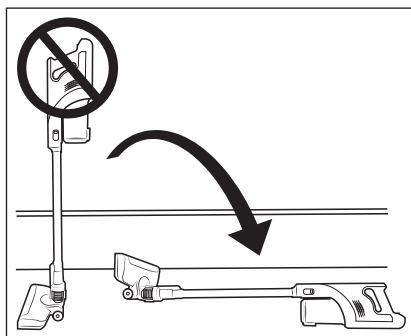

Fig. 9
- No deje la aspiradora en posición vertical cuando interrumpa el funcionamiento o quiera dejar de agarrarla, sino colóquela en el soporte mural **18** o póngala en el suelo en posición horizontal (consulte la fig. 9 y la 10). De lo contrario, podría caerse y dañarse debido a su alto centro de gravedad, así como potencialmente dañar otros objetos con su caída.